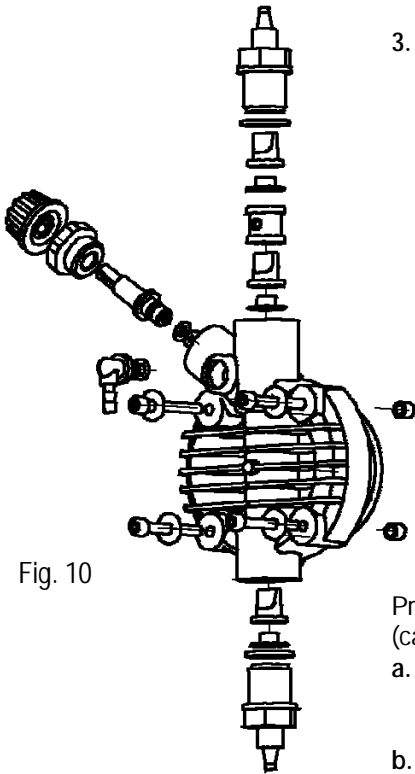

Fig. 10
3. Eliminare dal corpo pompa tutto il liquido presente, smontando e rimontando il corpo pompa utilizzando le quattro viti di fissaggio, coppia di serraggio 180÷200 Nxcm (Fig. 10).
2. Controllare almeno ogni 6 mesi il funzionamento della pompa, la tenuta delle viti e delle guarnizioni, per liquidi particolarmente aggressivi effettuare controlli anche più frequenti, controllare in particolare la concentrazione dell'additivo nell'impianto; una riduzione di tale concentrazione potrebbe essere determinata dalla usura delle valvole (che in tal caso vanno sostituite facendo attenzione nel rimontarle come in Fig. 10) o dall'intasamento del filtro che va pulito come al successivo punto 3.
Per effettuare questa operazione, se l'apparecchiatura non è fissata all'impianto si può farla pulsare per pochi secondi (15-30) tenendola capovolta e senza tubetti collegati ai raccordi, se ciò è impossibile smontare e rimontare il corpo pompa (Fig. 10), attraverso quattro viti di fissaggio.
Data la robustezza del sistema, guasti meccanici veri e propri non se ne verificano. Talvolta possono verificarsi perdite di liquido da qualche raccordo o ghiera fissatubo allentati, o più semplicemente dalla rottura del tubetto di mandata. Raramente eventuali perdite potrebbero essere determinate dalla rottura della membrana o dall'usura della guarnizione di tenuta della membrana stessa. Questi componenti in tal caso vanno sostituiti smontando le quattro viti del corpo pompa (Fig. 10), rimontando tali viti, serrarle in modo uniforme con un valore di coppia massima di serraggio raccomandata di 180÷200 NxcM. Una volta eliminata la perdita, occorre pulire la pompa dosatrice da eventuali residui di additivo che ristagnando potrebbero aggredire chimicamente la cassa della pompa.